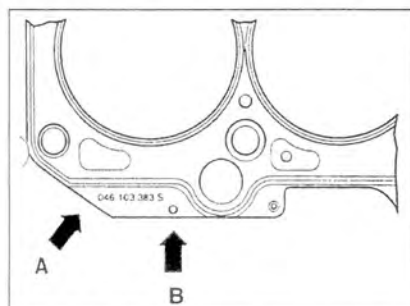

Рис. 3.17. Проверка маркировки прокладки головки блока цилиндров:
2. Проверьте маркировку прокладки головки блока цилиндров (рис. 3.17). В зависимости от выступания поршня изменяется толщина устанавливаемой прокладки.